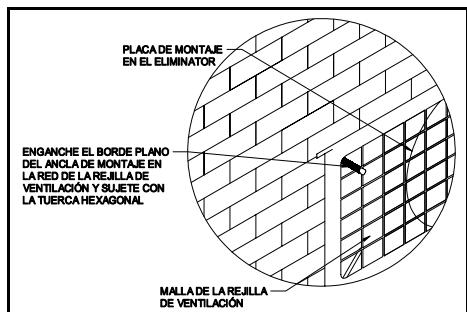

Figura 4
3. Asegure el ELIMINATOR™ contra la malla de rejilla de ventilación con las anclas de montaje que se suministran. Introduzca el borde plano del ancla de montaje a través de los orificios ranurados en la placa de montaje del ELIMINATOR™ y enganche la malla de la rejilla de ventilación. Sosténgalo en su lugar e instale la arandela plana y la tuerca hexagonal que se suministran. Despues de que se hayan instalado los cuatro (4) soportes de montaje, apriete las tuercas. (Ver Figura 4)